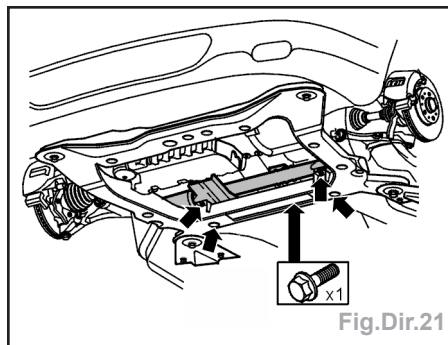

Fig.Dir.21
- Déposer les 4 écrous et vis maintenant le mécanisme de direction sur le faux-châssis (fig.Dir.21).